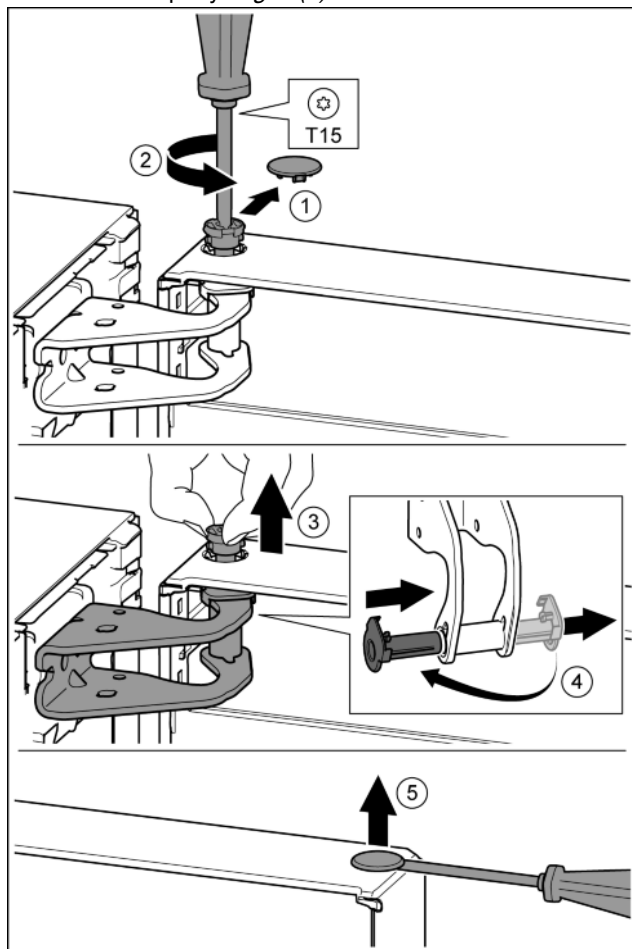

Fig. 10
- Осторожно снять предохранительную крышку. *Fig. 10 (1)*
- Немного выкрутить палец отвёрткой T15. *Fig. 10 (2)*
- Удерживать дверь и вытянуть палец рукой. *Fig. 10 (3)*
- Опорную втулку вывести из направляющей. Установить и зафиксировать с другой стороны. *Fig. 10 (4)*
- Осторожно приподнять шлицевой отвёрткой заглушку из опорной втулки двери и вынуть. *Fig. 10 (5)*